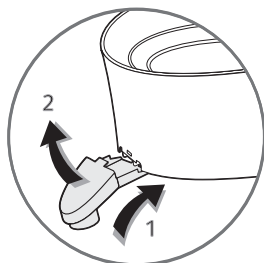

fig.1
- Placez le bec verseur (**F**) sur le collecteur de jus (**E**) (**fig. 1**).